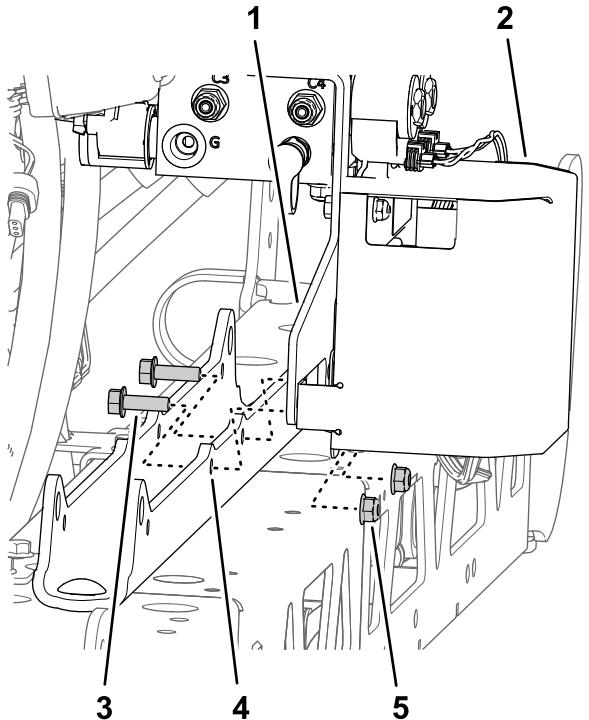

Figura 95
- B. Montate la staffa di supporto e la staffa del TEC sul supporto del cilindro (Figura 95) con i 2 bulloni a testa flangiata (5/16" x 1") e il dado di bloccaggio flangiato (5/16 poll.) che avete rimosso al passaggio 1 di Rimozione del collettore di sollevamento delle sezioni dalla sezione di irrorazione centrale \(pagina 23\).